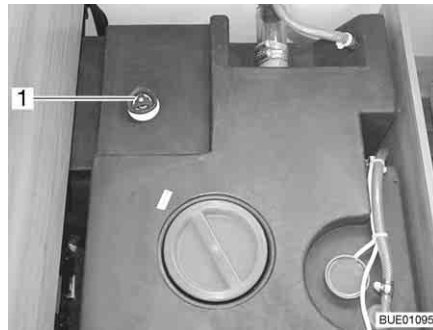

Bild 168 Wassertank mit Drehgriff
- Auf dem Wassertank den Drehgriff (Bild 168,1) entgegen dem Uhrzeiger-sinn über den Widerstand hinaus bis zum Anschlag drehen, um die Ablauf-öffnung vollständig zu öffnen.